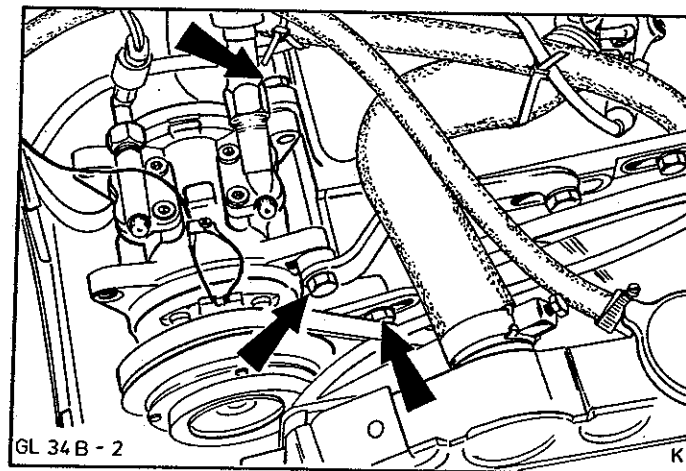

Abb.44 Kompressor vom Halter abbauen
4. Kompressor vom Halter abbauen, (3 Schrauben), Abb.44.